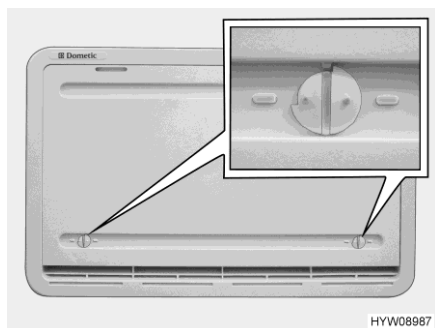

Fig. 247 Protection hivernale
Quand le réfrigérateur doit être utilisé à basses températures extérieures, le fabricant recommande d'employer une protection hivernale (Fig. 247) pour ses grilles d'aération du réfrigérateur.
- Ouvrir les deux dispositifs de verrouillage (Fig. 247) (la rainure est à l'horizontale).